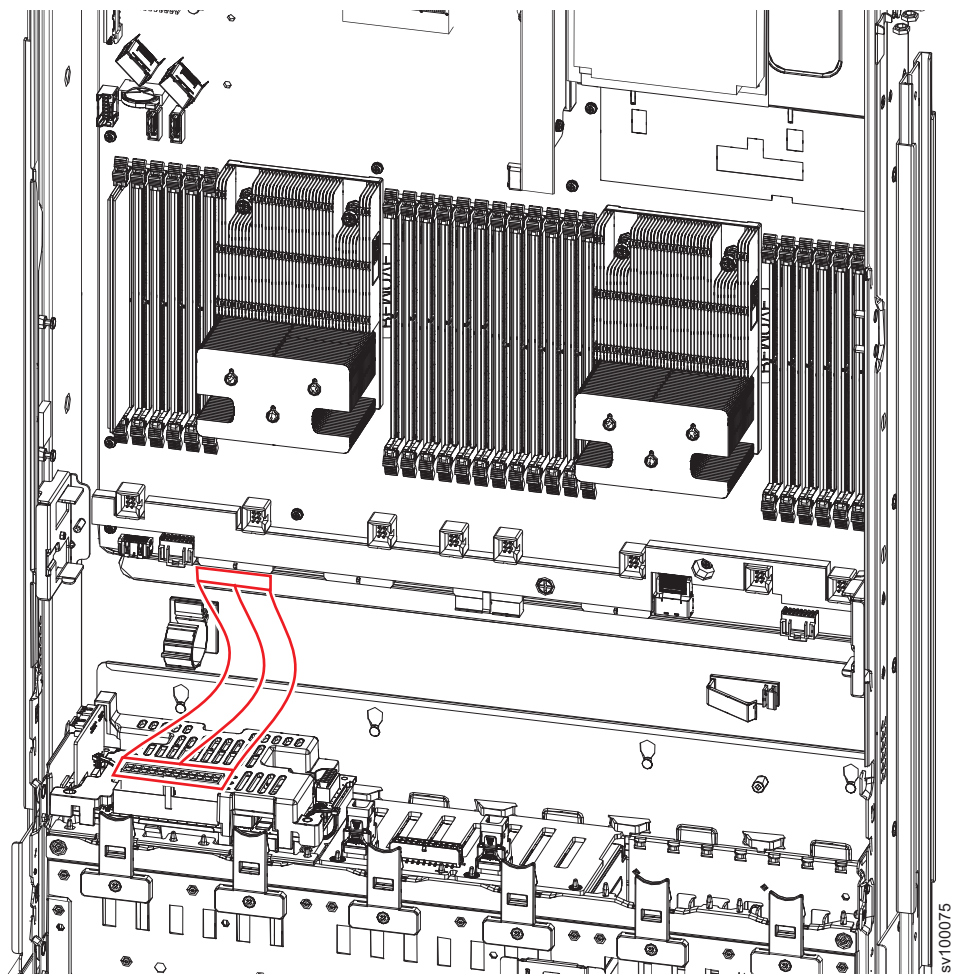

図 111. 2145-SV1 バッテリー・バックプレーン電源ケーブル
5. 必要に応じて、136 ページの図 111 に示すように、バッテリー・バックプレーン電源ケーブルをメイン・ボードに接続します。